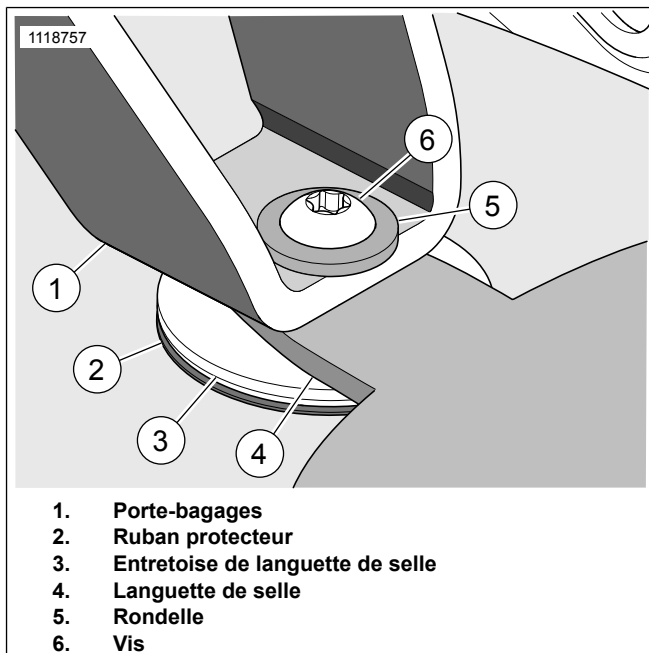
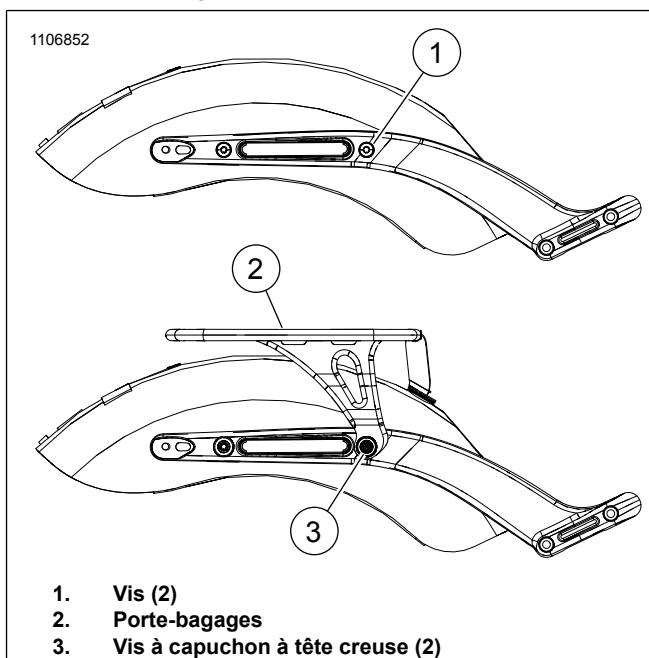

Figure 3. Pose de la visserie
Figure 4. Kit 50300120
6. Voir Figure 3. Placer le ruban protecteur (2) sur le garde-boue.
10. Voir Figure 4. Déposer les vis (1) du garde-boue.
a. Positionner le porte-bagages (2) sur le garde-boue.
b. Voir Figure 3. Aligner l'orifice du porte-bagages (1) sur celui de la languette de selle (4).
c. Poser, sans les serrer, la rondelle (5) et la vis (6).
d. Voir Figure 4. Aligner les orifices de la plaque latérale du porte-bagages sur le garde-boue.
e. Poser, sans les serrer, les deux vis à capuchon à tête creuse (3) pour maintenir le porte-bagages en place
f. Déposer une vis à capuchon à tête creuse (3) et appliquer du frein filet.